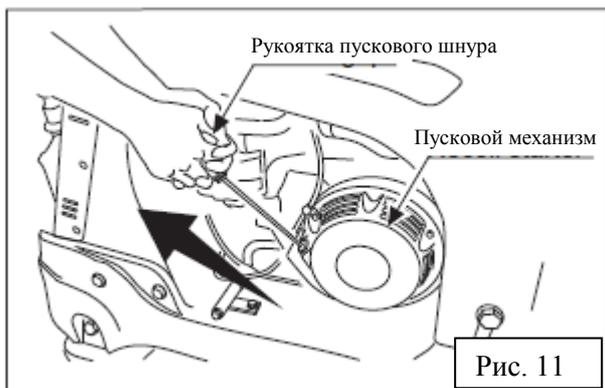

Рис. 11
6. Плавно потяните за рукоятку пускового шнура. Дерните рукоятку, когда почувствуете сопротивление. Рассчитывайте свои силы, чтобы не повредить пусковой механизм (рис. 11).